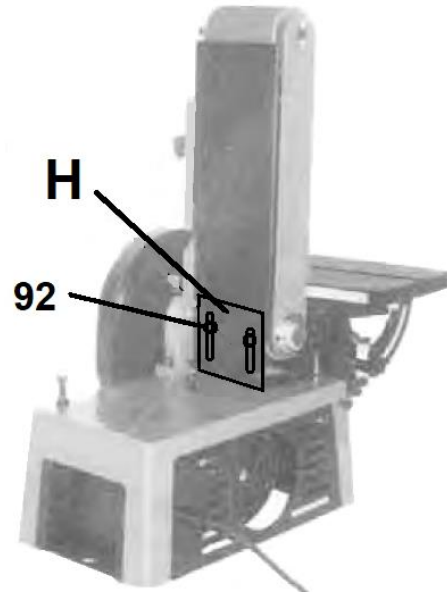

Figure 8-2: Positionnez le porteur
2. Desserrez les 2 vis (92, Fig. 8-2) puis positionnez le porteur (H) de façon à ce qu'il touche le fond. Resserrez les vis.